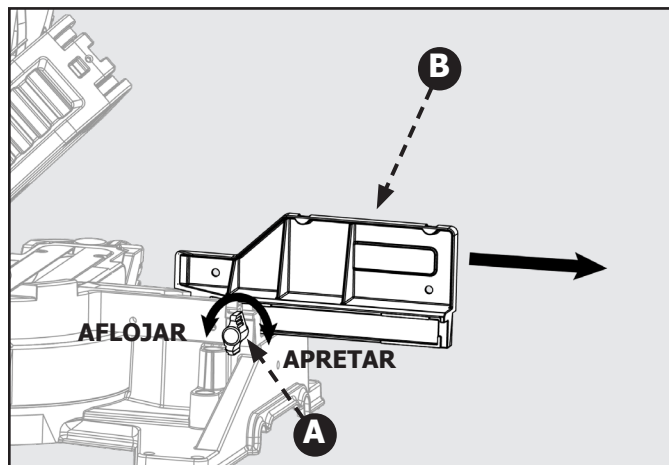

Figura 27
1. Afloje la perilla de bloqueo de guía tope (A). Deslice la guía tope superior (ajustable) completamente fuera de su guía y colóquela en la parte lateral. Consulte la Figura 27.